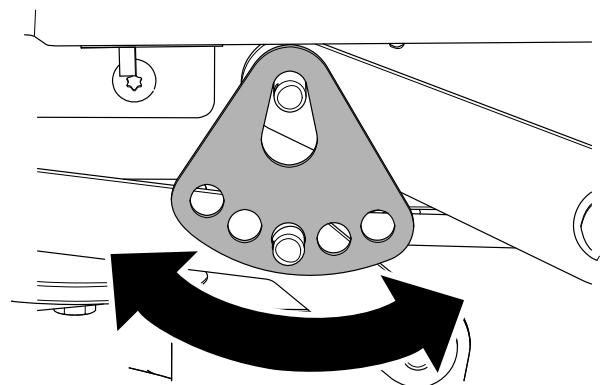

Figure 63
7. Tournez la plaque de hauteur de coupe à un trou différent pour que le poids du tablier de coupe soit soutenu après l'installation de la plaque (**Figure 63**).
8. Installez la rondelle et la goupille fendue (**Figure 63**).